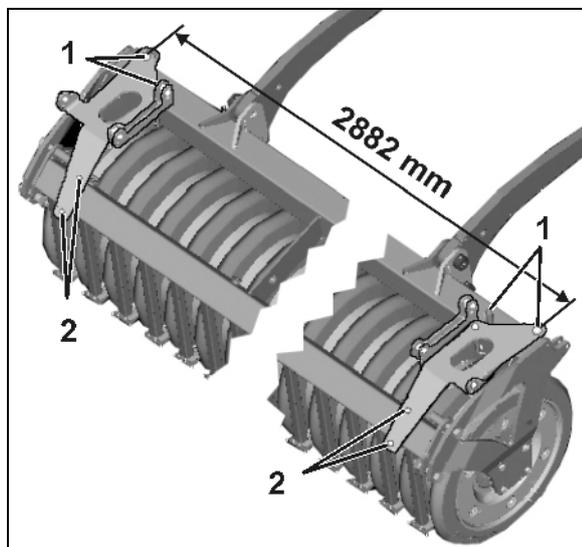

Fig. 22
- 1.1 À frente (Fig. 22/1), utilizar estribo de fixação.
- 1.2 Atrás (Fig. 22/2), utilizar chapa de fixação e parafusos.